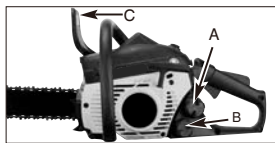

Fig. 7
1. Fyll på drivstofftanken (A) med riktig drivstoffblanding. (Fig. 7).
2. Fyll på oljetanken (B) med riktig kjede- og skinneolje (Fig. 7).
3. Vær sikker på at kjedebremsen er aktivert (C) før du starter enheten (Fig. 7).